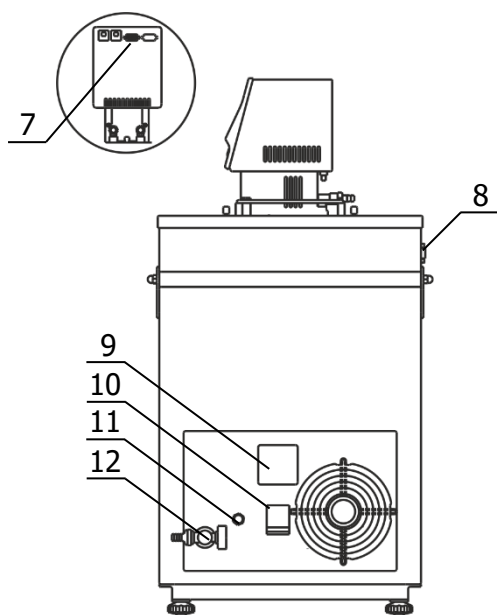

Рисунок 4 — Правая панель термостата
2.2.4 К переливному штуцеру 11 (рисунок 4) присоединить гибкий шланг, второй конец которого опустить в емкость для сбора излишков теплоносителя объемом 1.5–2 литра.
2.2.7 Вставить вилку сетевого кабеля блока регулирования в розетку 9 (рисунок 4). Соединить кабелем из комплекта поставки блок регулирования (разъем 7) и холодильную машину (разъем 8). Сетевой кабель термостата подключить к питающей сети напряжением 220 В. Для этого в лабораторном помещении должна быть установлена электрическая розетка из комплекта поставки термостата.
2.2.8 Автоматический выключатель 10 (рисунок 4) перевести в положение «включено».
2.2.9 Включить блок регулирования в соответствии с документом ТКЛШ 3.222.009-14 РЭ «Блок регулирования температуры погружной циркуляционный М12М серии МАСТЕР». При работе циркуляционного насоса уровень теплоносителя во внутренней ванне понизится. Доливать теплоноситель следует до тех пор, пока он не начнет переливаться через штуцер 11 (рисунок 4).
2.3.2 Надеть сливной шланг из комплекта поставки на кран 12 (рисунок 4) и закрепить его хомутом. Свободный конец шланга опустить в емкость для сбора теплоносителя объемом, превышающим объем термостата.